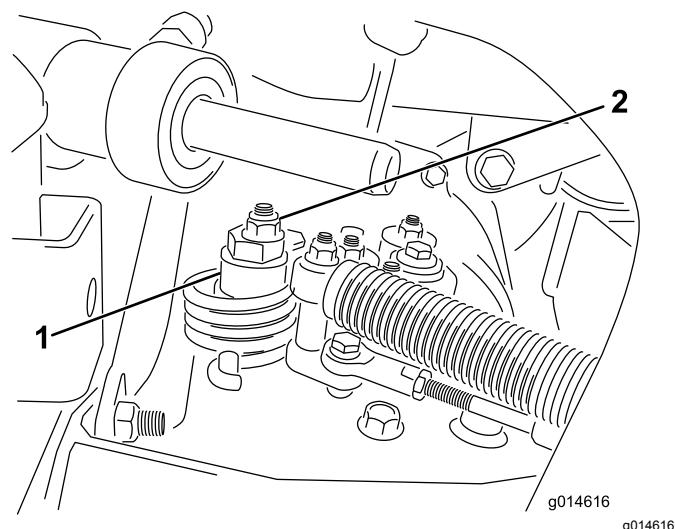

図 32
- A. 偏芯ナットをハイドロスタット上部に止めているナットをゆるめる 図 32。
- C. どちらにも車輪が回らないように偏芯ナットを回して調整する。調整ができれば固定ナットを締める 図 32。スロットル SLOW および FAST 位置で調整が正しいことを確認する。